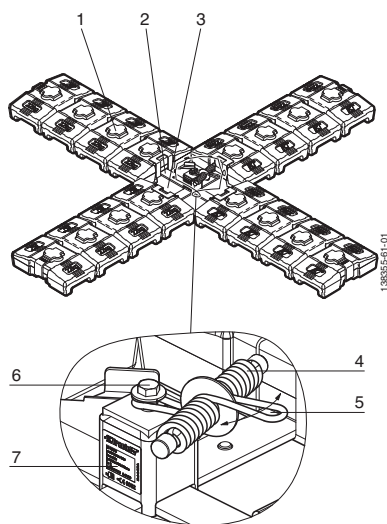

Fig. 1 / Abb. 1
- 16 masas de hormigón de 22 kg cada una (fig. 1, ítem 1).
- 4 brazos portamasas de acero galvanizado (fig. 1, ítem 2).
- Una estructura central de acero galvanizado (fig. 1, ítem 3).
- Un absorbedor de choque fijado en la estructura central y de rotación libre (fig. 1, ítem 4).
- Punto de enganche (fig. 1, ítem 5).
- Eje de rotación del absorbedor. (fig. 1, ítem 6).
- Etiqueta de marcado del punto de anclaje (fig. 1, ítem 7).